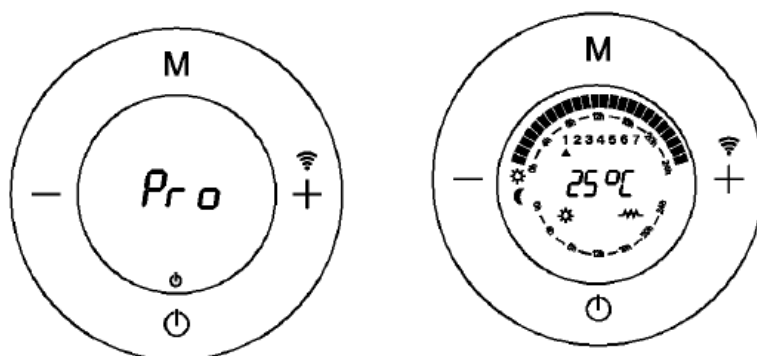

Fig. 28
3. Si vous souhaitez quitter à tout moment pour régler le jour de la semaine et l'heure actuels, appuyez sur . Gardez à l'esprit que l'émetteur fonctionnera avec la dernière programmation effectuée chaque jour. Autrement dit, si vous quittez le programme après avoir terminé le mercredi (3), l'appareil fonctionnera avec le programme que vous venez de faire entre le lundi (1) et le mercredi (3), mais du jeudi (4) au dimanche (7), il fonctionnera avec la dernière programmation qui a été faite à l'époque.
**Nous sommes maintenant** prêts à utiliser le mode de programmation. Pour l'activer, allumez l'appareil en appuyant sur le bouton et recherchez le mode de *Programmation* avec le bouton **M** jusqu'à ce que l'écran suivant apparaisse qui oscille entre ces deux. (Fig. 28) Cela signifie que le mode de programmation a été activé et que l'appareil fonctionnera avec la programmation sélectionnée.